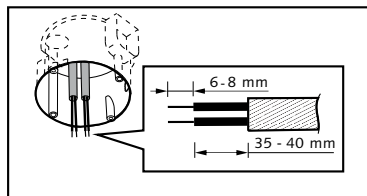

Bild 17-A
1. Dra ut nätsladdarna från den europeiska standardkopplingslådan (se bild 17-A) och ta bort 6-8 mm kabelhylsa för kabeldragning.